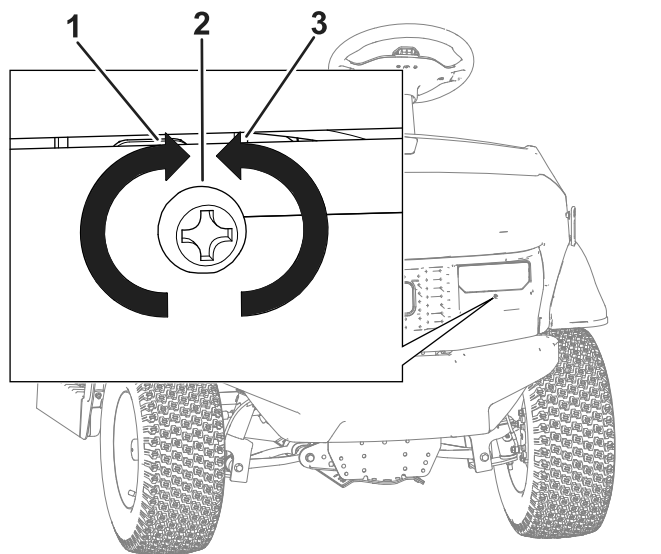

Figure 47
5. À l'avant du phare, tournez la vis de réglage pour faire pivoter le phare et aligner la position du faisceau projeté (Figure 47).